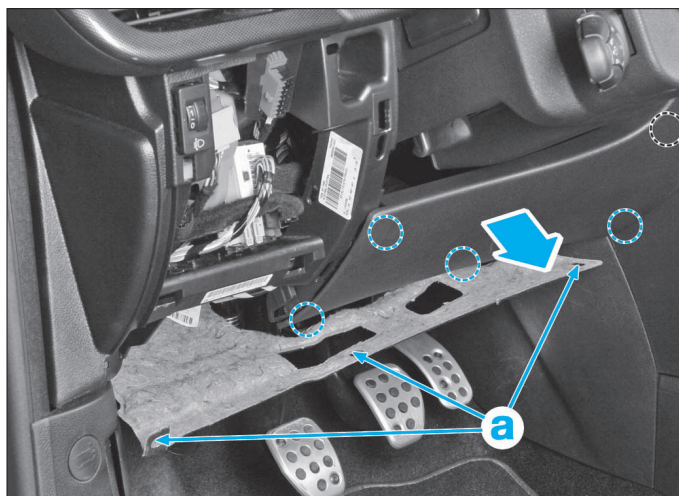

FIG. 19
- Le second cache se dégrafe de ses 5 fixations en le tirant vers soi à l'horizontal. Prendre garde aux connecteurs optionnels (Fig.19).